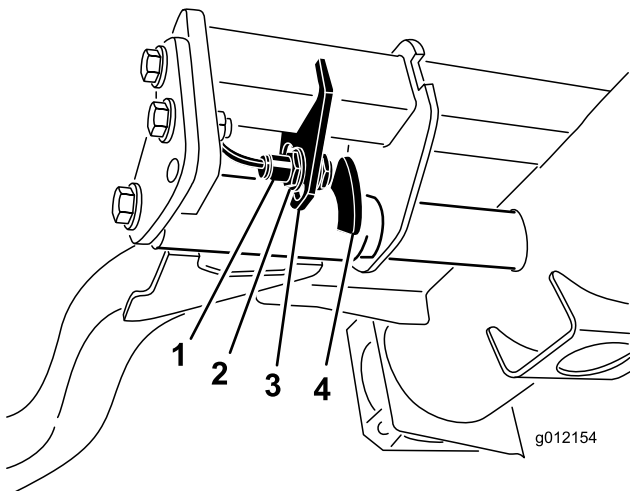

Figure 35
2. Le contacteur des bras de relevage se trouve sous le réservoir hydraulique, derrière le bras de relevage avant droit (Figure 35).
3. Desserrez les vis de fixation du commutateur (Figure 35) et abaissez le commutateur pour augmenter la hauteur du changement de direction des bras de relevage ou élevez-le pour réduire la hauteur du changement de direction. Serrez les vis de fixation.